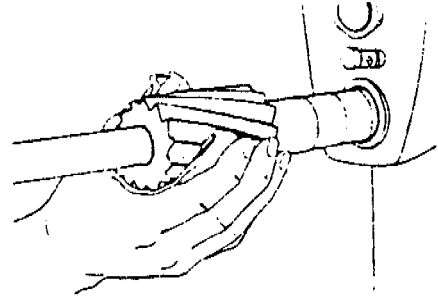

Figura 5
- a. Introduzca la fresa cuidando la orientación de los dientes según el sentido de corte previsto ( Figura 5 ).